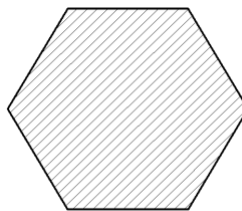

Рис. 1 Штриховка замкнутого контура (Выбор точек)
- 1) Создайте равносторонний шестиугольник произвольных размеров (см.рис.1)